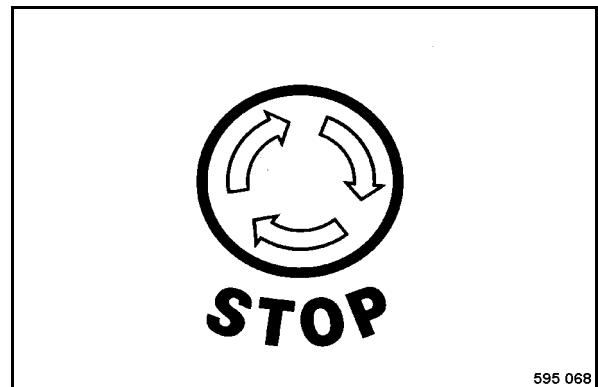

fig. 68
- Enfoncer à fond le bouton de l'interrupteur (fig. 68) ; celui-ci se verrouille automatiquement en butée.